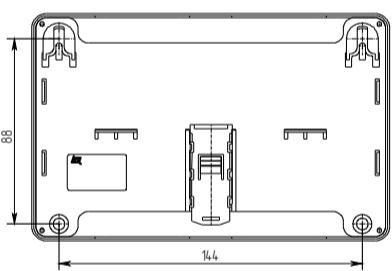

Рисунок 3
- при установке на стену (Рисунок 3):
- **R этал** – запомненное сопротивление выходной цепи акустических модулей, Ом (рисунок 3);